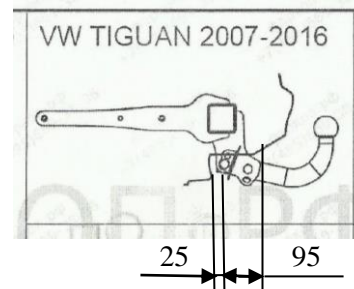

Рис.2. Установить бампер на место.
4.6 Для Фольксваген Тигуан (4WD) 2007-2016 г.в. в бампере сделать вырез – в центре снизу, 65 мм шириной и 95 мм длиной, отступив от ребра бампера на 25 мм как показано на рис.2. Для Шкода Кодиак с 2017г.в. и Шкоды Карок с 2020 г.в. - сделать вырез, отступив 5 мм от ребра бампера, 65 мм шириной и 120 мм длиной.